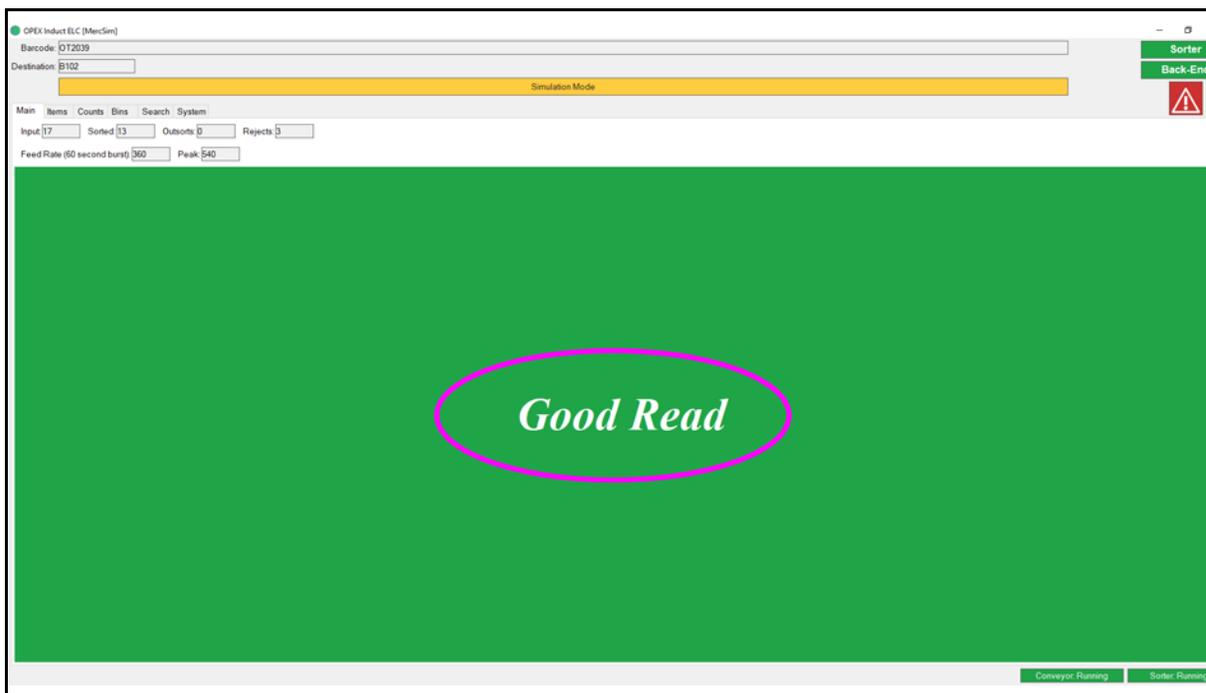

Figura 4-31: ELC de Introdução OPEX - Leitura Boa
3. Cada item é lido quanto ao código de barras. Se a leitura do código de barras foi realizada com sucesso, “Good Read” será exibido (consulte Figura 4-31 na página 149).